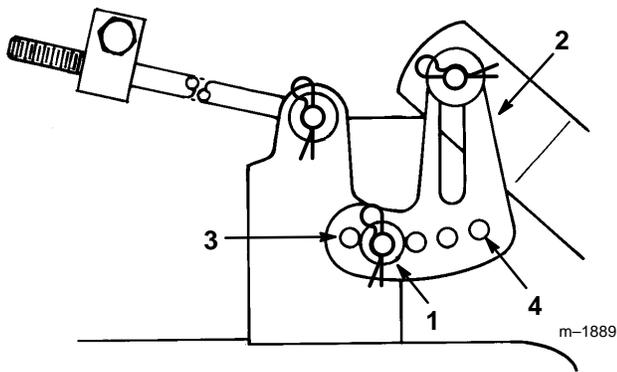

Figure 49
- Retirer d'une des pattes de mise à niveau la goupille épingle et la rondelle (Fig. 49). Pour corriger l'horizontalité transversale, fixer le support du plateau dans un autre trou du support de mise à niveau, à l'aide de la rondelle et de la goupille épingle (Fig. 49). Utiliser un trou plus en avant pour réduire la hauteur de ce côté, ou un trou plus en arrière pour l'augmenter. Répéter ces opérations de l'autre côté du plateau de coupe.